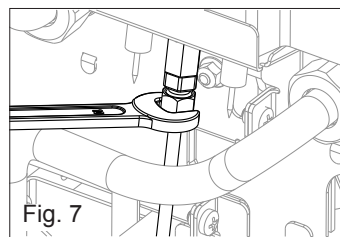

Fig. 7
- Débrancher le tube de la veilleuse (fig. 7)